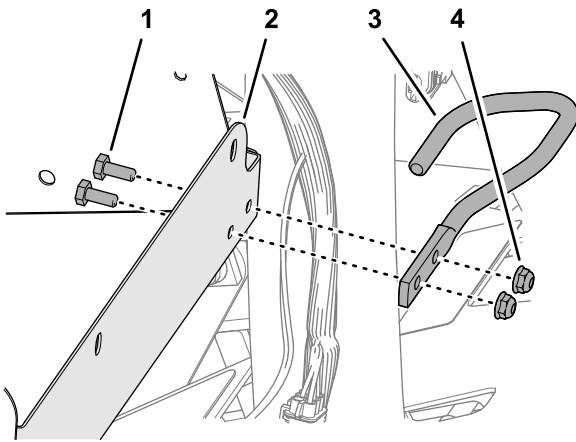

Figura 46
1. Retire los 2 tornillos y las 2 contratuercas que sujetan la guía de las mangueras a la pestaña del compartimento de almacenamiento, y retire la guía (Figura 46).